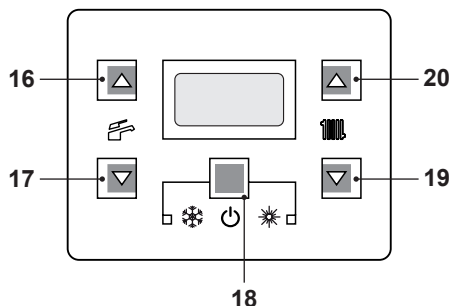
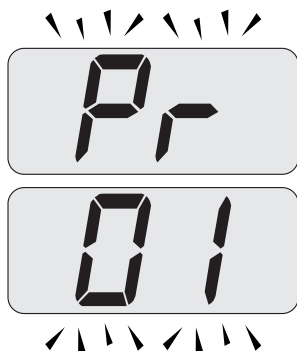
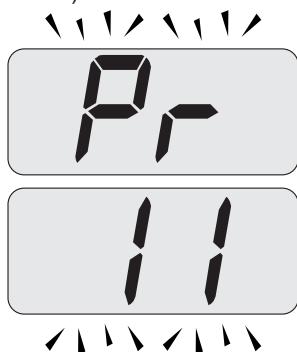

Figura 5.53
Figura 5.54
Figura 5.55
Comunque se la temperatura ambiente non dovesse essere confortevole si può aumentare o diminuire la temperatura di mandata dell'impianto riscaldamento di $\pm 15^\circ\text{C}$ agendo sui tasti 19 (diminuzione) e 20 (aumento) (Figura 5.53).
- Entrare in "modalità programmazione" premendo contemporaneamente per 10 secondi i tasti 18 - 19 - 20 (Figura 5.53) fino a far apparire sul display LCD le lettere **Pr** che si alternano con il codice **01**, indicanti l'entrata nel "parametro 01" (Figura 5.54).
- Scorrere i vari parametri utilizzando i tasti 19 o 20 fino a far apparire sul display LCD le lettere **Pr** che si alternano con il codice **11**, indicanti l'entrata nel "parametro 11" (Figura 5.55).
- Premere contemporaneamente i tasti 18 e 20 (Figura 5.53) fino a far apparire sul
- Premendo il tasto 18 (Figura 5.53) si ottiene la conferma del valore inserito.
- Premendo contemporaneamente i tasti 18 e 19 (Figura 5.53) si esce senza modificare il valore (ritorno alla lista parametri Figura 5.55)
- Premendo contemporaneamente per 10 secondi i tasti 18 - 19 - 20 (Figura 5.53) si esce dalla "modalità programmazione".